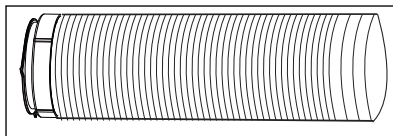

Fig. 7
4. Estique o outro lado do tubo e enrosque-o no adaptador B (Fig. 7).